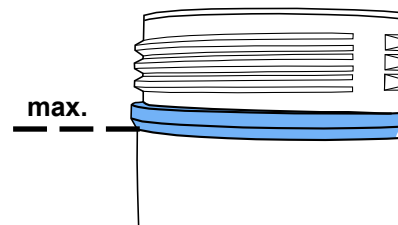

Abb. 7
- Strahl tank durch Drücken des Entlüftungsventils (5) vollständig entlüften.
- Tankdeckel abschrauben (4). (Lässt sich der Tankdeckel nicht lösen, ist noch Druck im Strahl tank vorhanden >>> Entlüftungsventil erneut betätigen!)
- Strahlmittel nur bis zur max. Füllhöhe einfüllen (Abb. 7) (Verdickung des Tankmantels unterhalb des Gewindes).